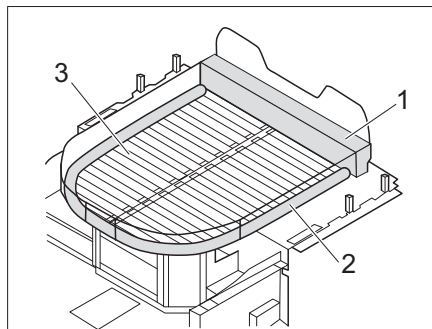

Fig. 175 Cama con extensión de colchón (con colchón adicional y somier)
- Colocar los colchones adicionales (Fig. 175,1 y 2) en la parte delantera y alrededor de la cama tamaño queen.
- Sacar el somier (Fig. 175,3).